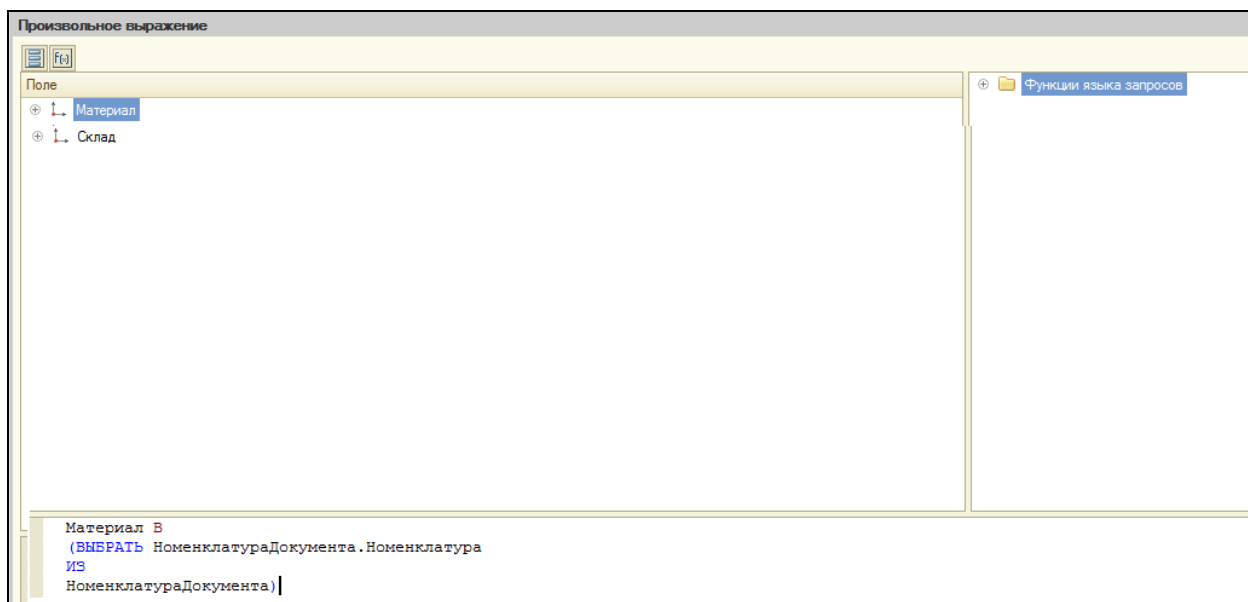

Рисунок 5.17 Условие виртуальной таблицы
25. Перейти на закладку **Таблицы и поля** и задать параметры виртуальной таблицы **ОстаткиМатериалов.Остатки** (рис. 5.17).